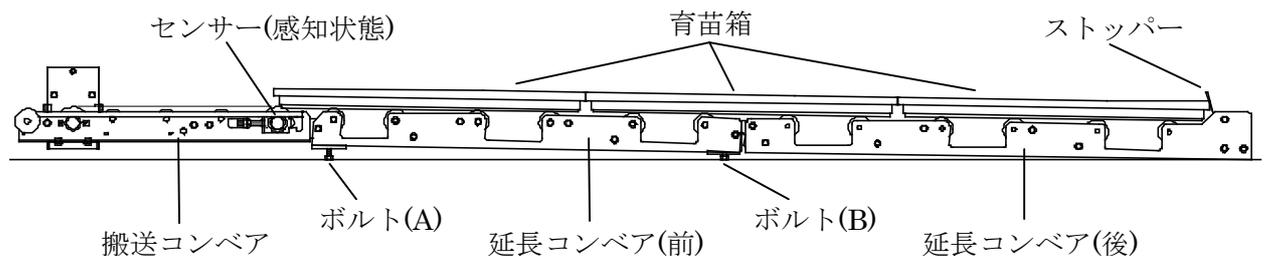

図4
(6) ボルト(A)を調節して、搬送コンベアが水平になるようにしてください。(図4)
(7) 次にボルト(B)を調節して、延長コンベア(前)と延長コンベア(後)が一直線上で傾斜するようにしてください。(図4)
(8) 使用する育苗箱を3列、延長コンベアの上に並べ、センサーが育苗箱の端で「ON」するようにストッパーの位置を調節してください。(図4)